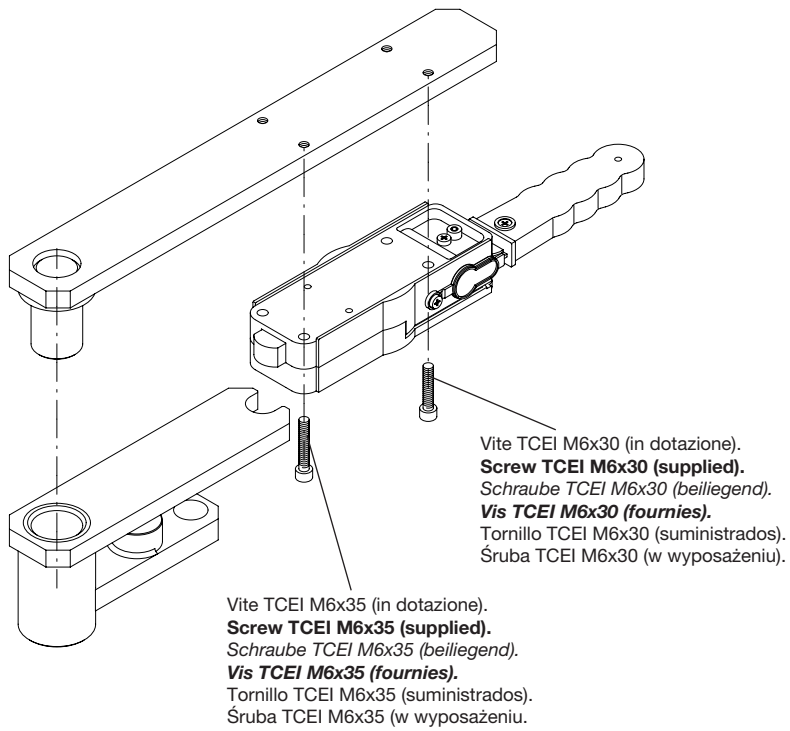

Fig.4
- 3 Prémonter le déverrouillage manuel à la bride de support de la porte de la manière illustrée à la fig. 4.